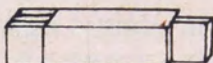

Fig. No. 2 (8)
**Travesaños:** 50 cms largo, por el mismo ancho y grosor que los laterales (figura No. 2).